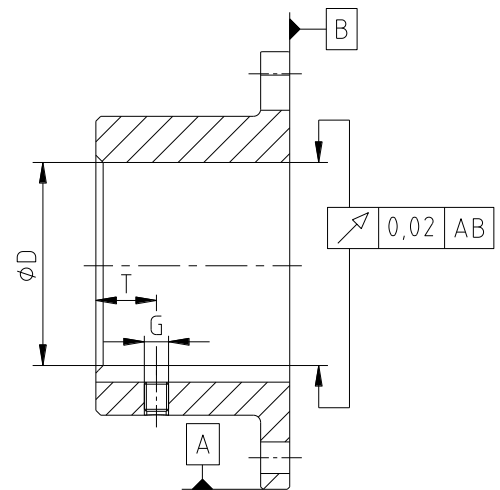

Bild 3: Rund- und Planlaufgenauigkeit
- Bei Herstellung der Flanschnabenbohrung durch den Kunden ist die Rund- bzw. Planlaufgenauigkeit (siehe Bild 3) einzuhalten.